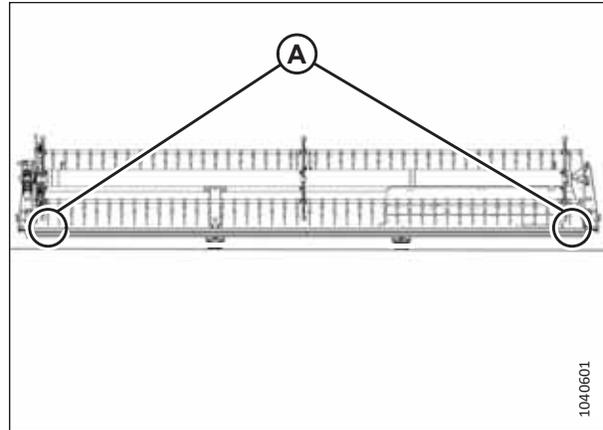

Figure 4.276: Emplacements de mesure du rabatteur simple
- Figure 4.276, page 638 – Rabatteur simple